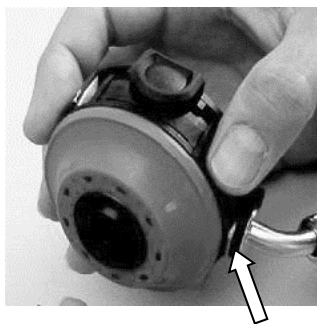

Bild 31 Montera mellantrycksslangen
(3) Montera mellantrycksslangen
- Tryck U-clippen **från membransidan** (→ pil i Bild 31) in genom hålen i kåpan tills det är stopp. Mellantrycksslangen sitter fast.